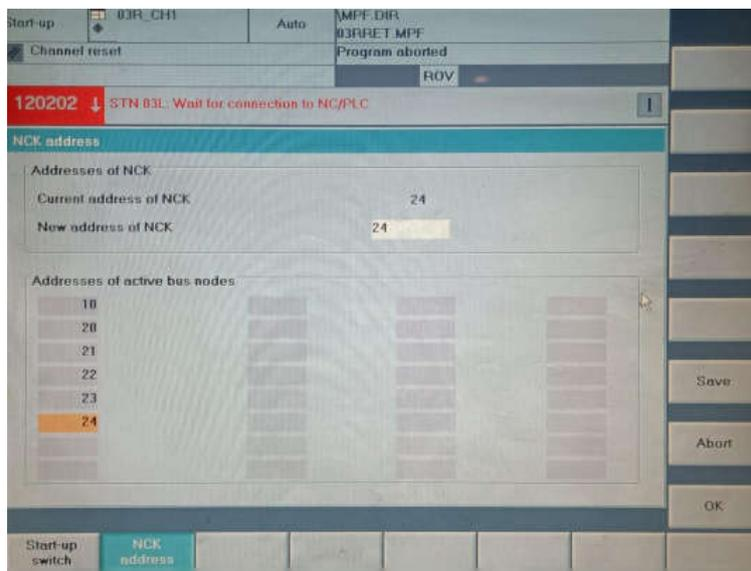

图2 设备正常时各部位NCK地址
根据故障现象，仔细检查NCU的软件配置。查看NCK地址，发现NCK地址中缺少地址24。如下图图2所示：地址10代表MMC地址，地址20代表输送带NC地址；地址21代表10L工位NC地址；地址22代表6L工位NC地
(1) 图2中六个NCK地址都在，而且正确，无需加载或为了保险起见，直接进入需加载工位内进行加载。
(2) 图2中六个地址有缺失，缺失地址的那个NCK的
（3）图2中存在六个地址，但是有一个地址变为13。此时需要对该地址13的NC进行配置加载。如果存在6个地址，但是地址有一个变为13，说明该地址NC已被初始化，正常更换新NC单元会出现该情况（新模块默认地址为13）。